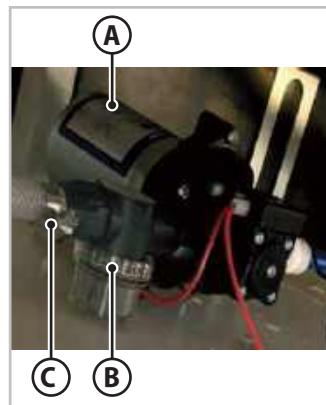

Fig.7.1 - Filtre externe de la pompe à eau
3. Accéder à la pompe à eau (**A** - Fig.7.1) en enlevant les coussins du canapé de la dînette et le couvercle du compartiment du réservoir d'eau potable.
4. Dévisser le raccord en plastique (**C** - Fig.7.1) qui raccorde le filtre au tuyau d'évacuation.
5. Dévisser le capot transparent (**B** - Fig.7.1) du filtre et sortir le corps filtrant.